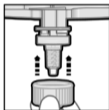
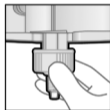

Fig. 3
Fig. 4.1
5. Si la punta de mezclador está bien posicionada (Fig. 3), deslice el anillo de fijación Dynamix sobre la punta de mezclador hasta el tope y gírelo hacia la derecha (1/4 de vuelta) hasta que quede bien fijado. (Figs. 4.1, 4.2, 5)